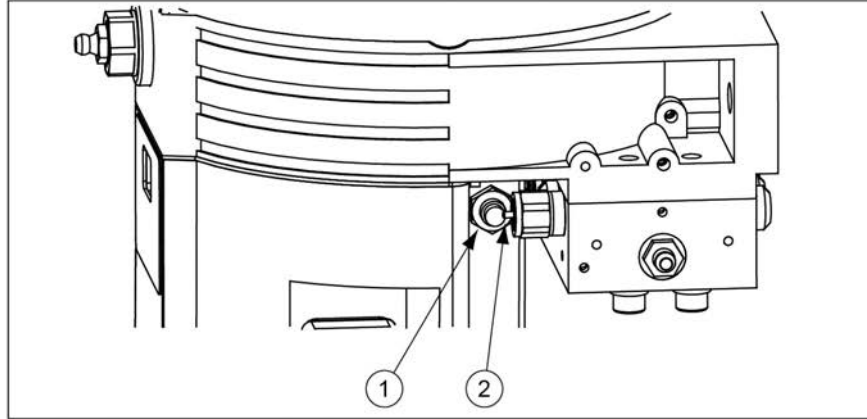

図 9. 近接スイッチ (2) およびコントロールピン (2)
1. 運転者ボタン (2) を押して、故障を確認します。点滅するメッセージが点灯に変わります。
3. 運転者ボタン (2) を 2 秒間押して、グリース注入を開始し、インジケーター ピン (コントロールピン) が近接スイッチを越えるまで続けます。を参照してください 図 9。